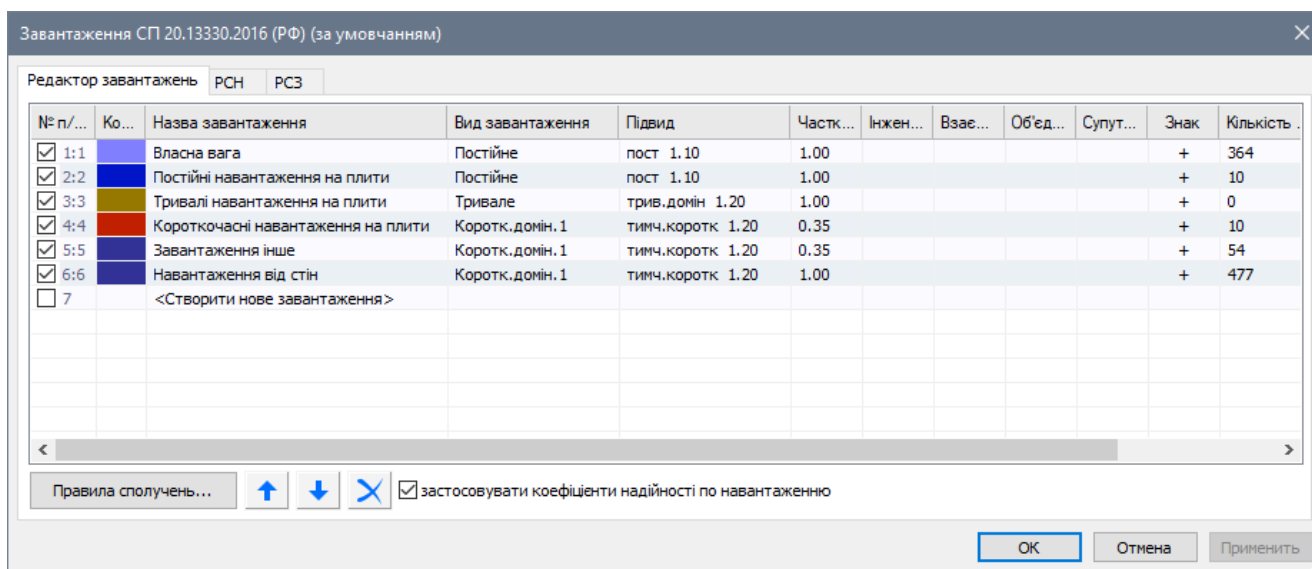

Рис. 14.29. Діалогове вікно **Завантаження**
- Викличте діалогове вікно **Завантаження** (рис. 14.29) натисканням по кнопці  – **Завантаження** (панель **Навантаження** на вкладці **Створення**).